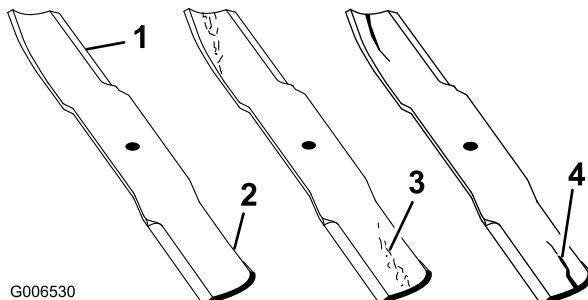

Bild 28
2. Prüfen Sie die Schnittkanten des Messers sorgfältig, insbesondere dort, wo die geraden Flächen die gebogenen berühren (Bild 28). Da Sand und anderes reibendes Material das Metall abschleifen kann, das die flachen mit den gebogenen Teilen verbindet, müssen Sie das Messer vor jedem Einsatz der Maschine prüfen. Tauschen Sie das Messer aus, wenn Sie eine Abnutzung feststellen (Bild 28); siehe Entfernen des Schnittmessers“.
Wenn sich das Messer abwetzen kann, bildet sich ein Schlitz zwischen dem Windflügel und dem flachen Teil des Messers (Bild 28). Zuletzt kann sich ein Stück des Messers lösen und aus dem Gehäuse herausgeschleudert werden. Das kann zu schweren Verletzungen bei Ihnen selbst und Unbeteiligten führen.